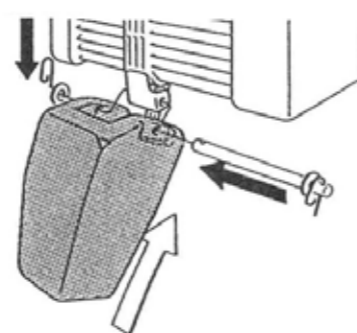

fig.152
21. Montare il raccogli catena sull'attacco del paranco, inserire la spina in dotazione e la coppia. (fig.152)